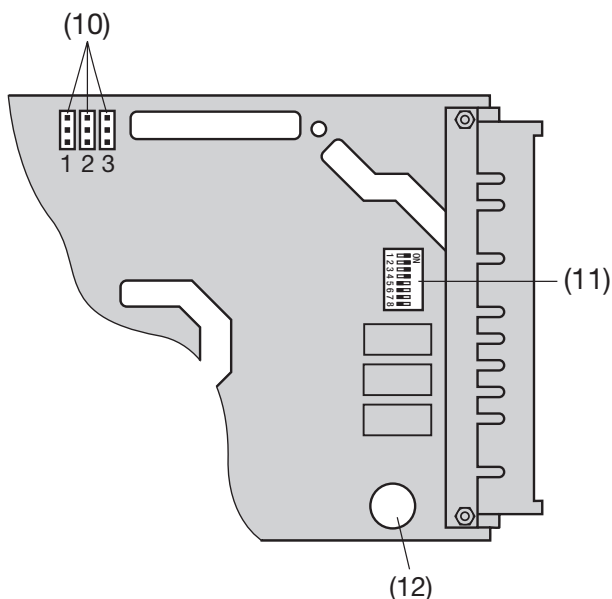

Fig. 5. Partie arrière de l'EURAX VC 603 montrant la disposition des prises (10), du commutateur DIP à 8 bascules (11) et du fusible secteur (12).
Suivant le **genre de la mesure/application** (voir tableau 6) raccorder les lignes de mesure et placer en conséquence les barrettes **A** et **B** dans les prises. La disposition des prises (10) sur la carte embrochables est indiquée dans la Fig. 5.
Pour la programmation du genre du signal de sortie, il faut positionner le commutateur DIP (11) selon le tableau 8 (voir Fig. 5).